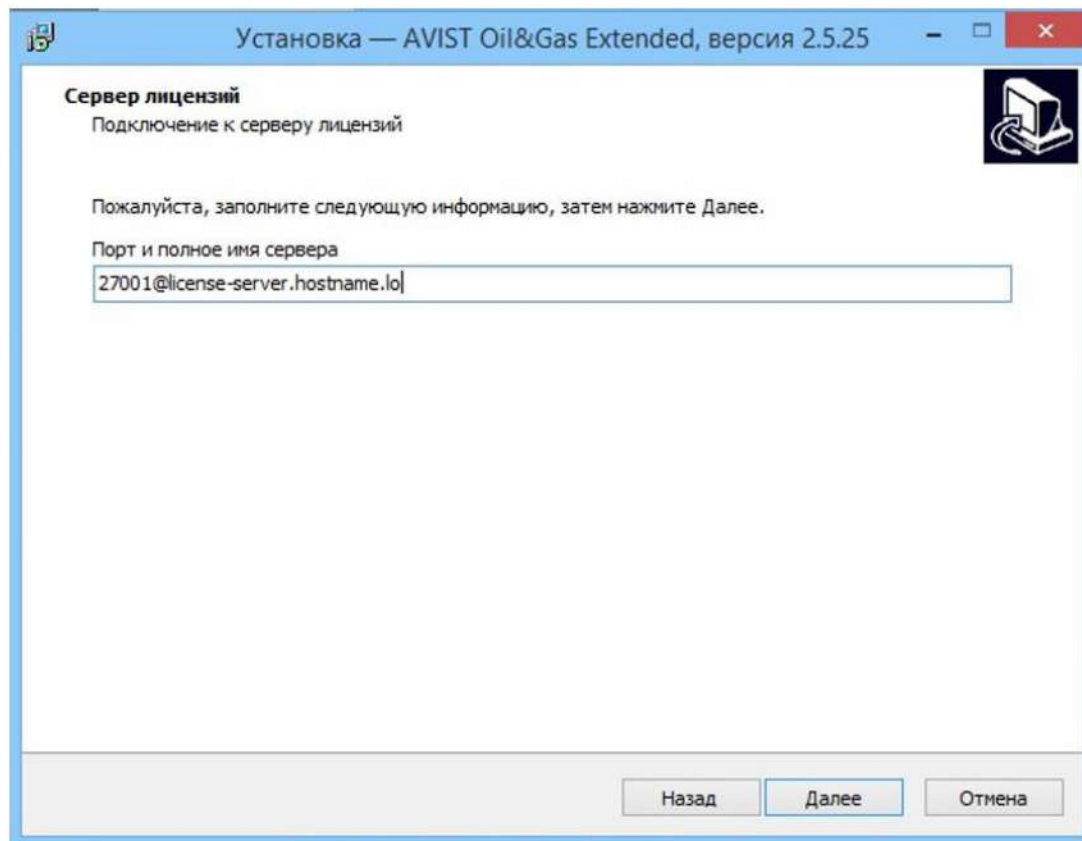

Рисунок 59 - Подключение сервера лицензий
13) Заполнить порт и полное имя сервера лицензий (Рисунок 59).